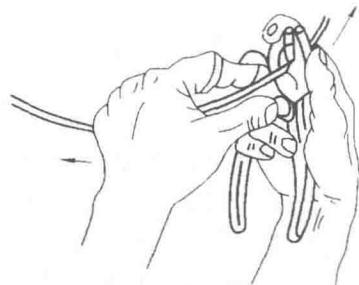

图 1-9 钢丝钳剖削
(1) 对于截面积不大于  $4\text{mm}^2$  的塑料硬线绝缘层的剖削,人们一般用钢丝钳进行,剖削的方法和步骤如下:
① 根据所需线头长度用钢丝钳刀口切割绝缘层,注意用力适度,不可损伤芯线。
② 接着用左手抓牢电线,右手握住钢丝钳头用力向外拉动,即可剖下塑料绝缘层,如图 1-9 所示。
③ 剖削完成后,应检查线芯是否完整无损,如损伤较大,应重新剖削。塑料软线绝缘层的剖削,只能用剥线钳或钢丝钳进行,不可用电工刀剖,其操作方法与此相同。
(2) 对于芯线截面大于  $4\text{mm}^2$  的塑料硬线,可用电工刀来剖削绝缘层。